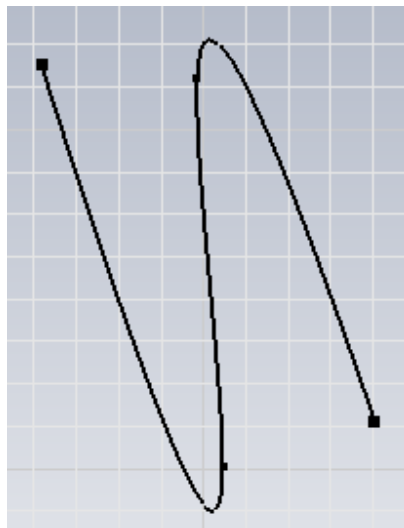

Figura 3.3 Generación de una SPLINE.
- Finalice dando doble click al botón izquierdo del ratón, figura 3.3.